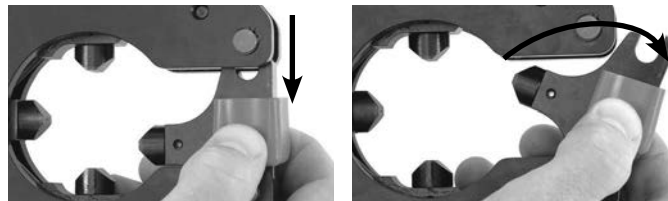

Figura 2 – Deschiderea/Închiderea capului de sertizare
5. Dacă este necesar, deschideți capul prin împingerea laterală a clichetului și rotirea acestuia în afară (Figura 2). Închideți capul în jurul conectorului care urmează a fi sertizat. Asigurați-vă că clichetul este complet închis – nu operați unealta cu clichetul deschis sau parțial deschis.